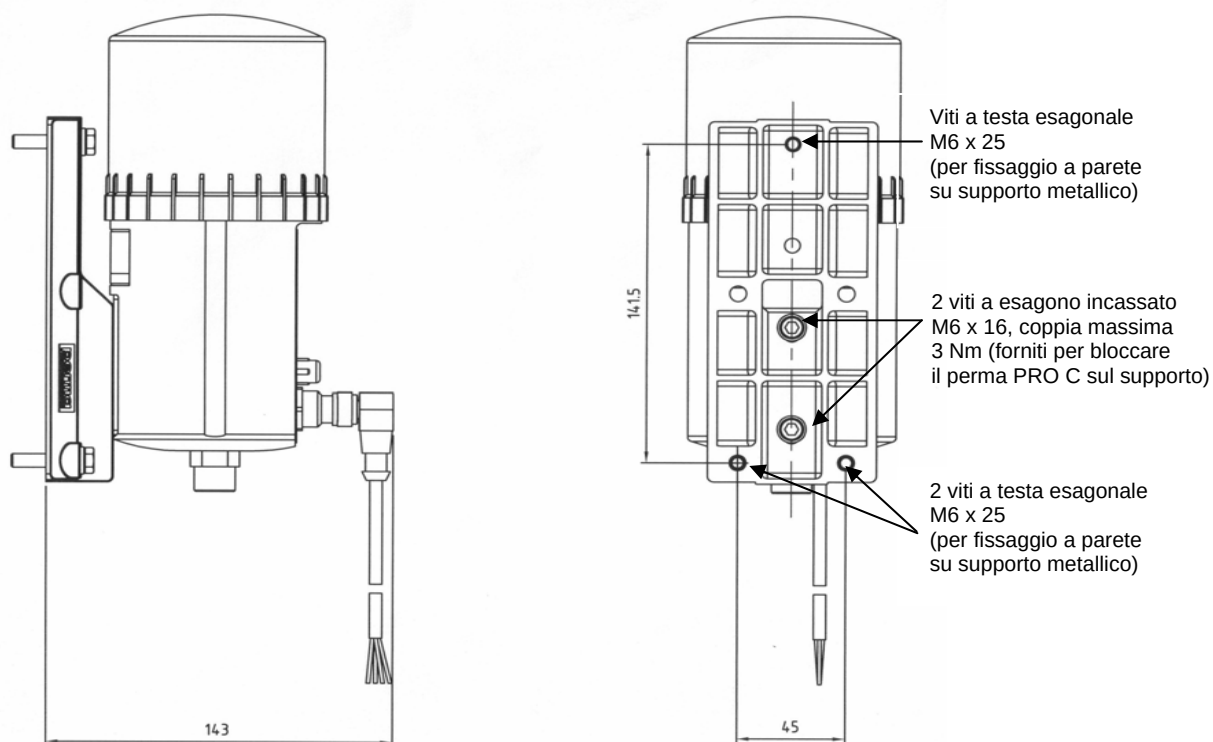

Figura 3
- ◆ Avvitare il gruppo supporto-azionamento su una base secondo le vostre esigenze. La maschera (dima) per le tre viti di fissaggio (141.5 x 45) è raffigurata nella figura 3 seguente oppure nello schema allegato. Devono essere usate almeno tre viti esagonali M6 x 25 (per esempio su supporto metallico).